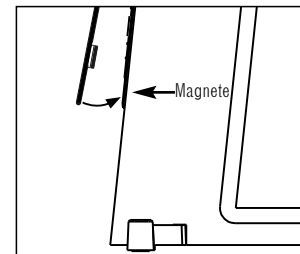

Abbildung 4.
2. Schwenken Sie das Gitter zur Treibereinfassung hin, bis die Magnete das Gitter an der Treibereinfassung festhalten. Stellen Sie sicher, dass die Haltelaschen korrekt in die Schlitze der Logoleiste eingehängt sind und das Gitter sicher halten, wie in der Seitenansicht in Abbildung 4 gezeigt.